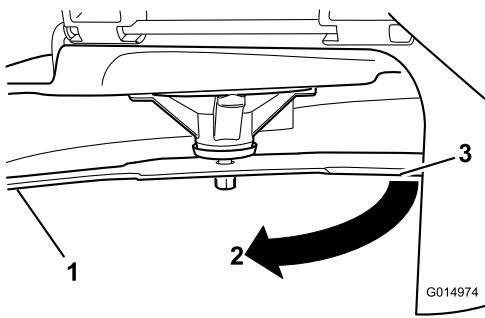

Figura 99
- Distancia medida entre la cuchilla y la superficie (A)
- Gire la misma cuchilla 180 grados de manera que el otro extremo esté en la misma posición (Figura 99).